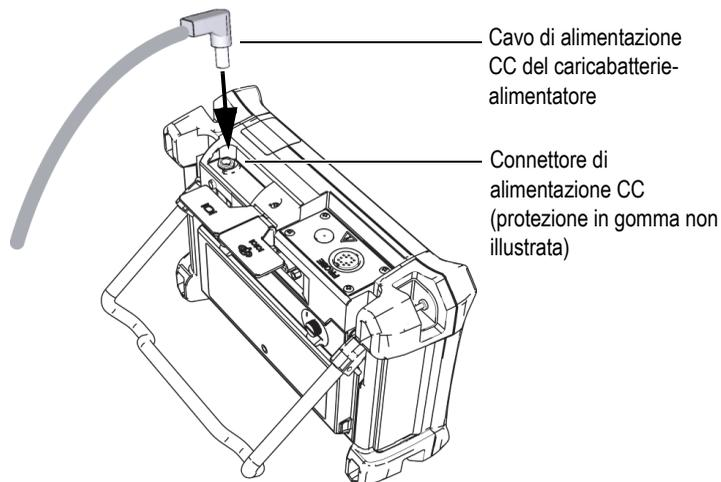

Figura 1-9 Collegamento alla presa di alimentazione CC
3. Collegare il cavo di alimentazione CC del caricabatterie-alimentatore al connettore situato nella parte superiore del NORTEC 600 (vedere Figura 1-9 a pagina 35).